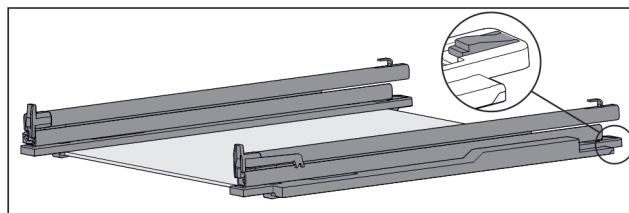

Fig. 120 Стекланная пластина с направляющими и крепежными элементами
- ▶ Крепежный элемент сзади прижмите вниз (см. Fig. 120) и одновременно отодвиньте направляющую назад.